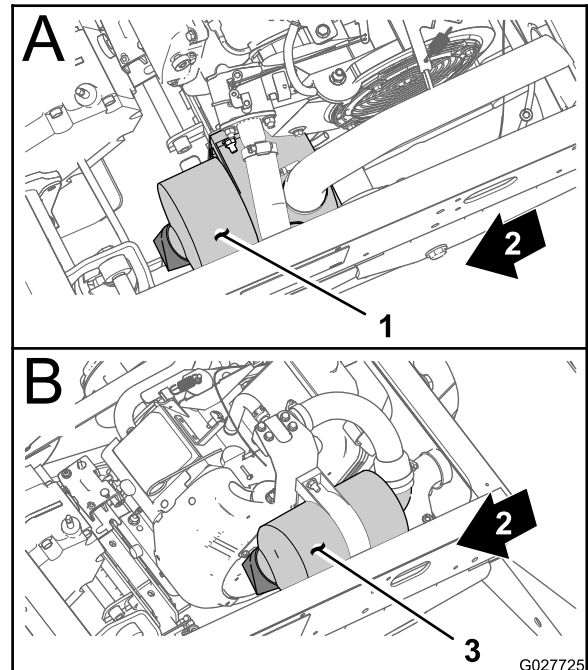
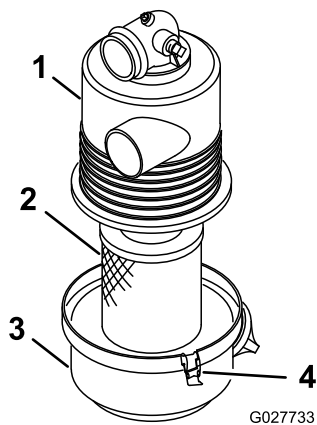

Figura 37
Figura 38
2. Inspeccione la carcasa del limpiador de aire por si hubiera daños, que podrían causar una fuga de aire. Asegúrese de que la tapa hace un buen sello alrededor de la carcasa del limpiador de aire (Figura 37 y Figura 38).
- Abra los enganches que sujetan la tapa del filtro de aire a la carcasa del filtro de aire (Figura 38).
- Separe la tapa del filtro de aire de la carcasa del filtro de aire, y limpie el interior de la tapa (Figura 38).
- Instale el elemento del filtro de aire en la carcasa del filtro de aire (Figura 38).
- Alinee la tapa del limpiador de aire con la carcasa del limpiador de aire (Figura 38).
- Sujete la tapa a la carcasa con los enganches (Figura 38).